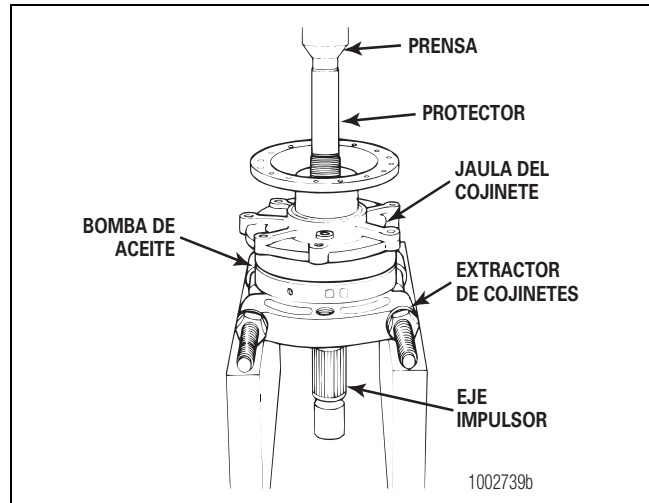

Figura 3.34
- B. Coloque el conjunto sobre la prensa de manera que descansa sobre el extractor. Figura 3.34.
- C. Coloque un protector en la parte superior de la sección roscada del eje. Presione el eje impulsor hacia fuera del conjunto. Retire el extractor de cojinetes. Figura 3.34.